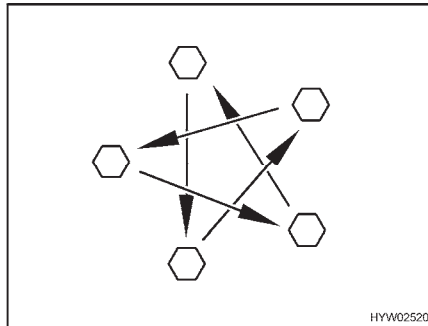

Bild 176 Radmuttern oder Radschrauben über Kreuz anziehen
- Radmuttern oder Radschrauben regelmäßig auf festen Sitz prüfen. Radmuttern oder Radschrauben eines ausgewechselten Rades nach 50 km über Kreuz nachziehen (Bild 176).